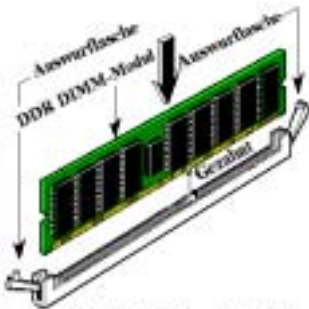

Abb. 2-6. Installation des DDR-Speichermoduls
Schritt 5. Setzen Sie das DDR DIMM-Modul wie im Bild gezeigt in den Erweiterungssteckplatz. Achten Sie darauf, wie das Modul im Steckplatz sitzt. Schauen Sie sich Abb. 2-6 für Details an. **Dies stellt sicher, dass das DDR DIMM-Modul nur**